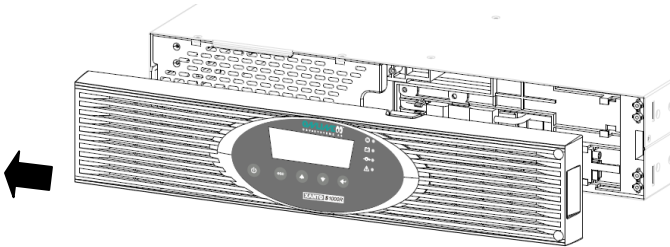

Abbildung 5: Entfernen der Frontblende von der USV-Anlage
1. Entfernen Sie die Frontblende der USV-Anlage (siehe Abbildung 5).